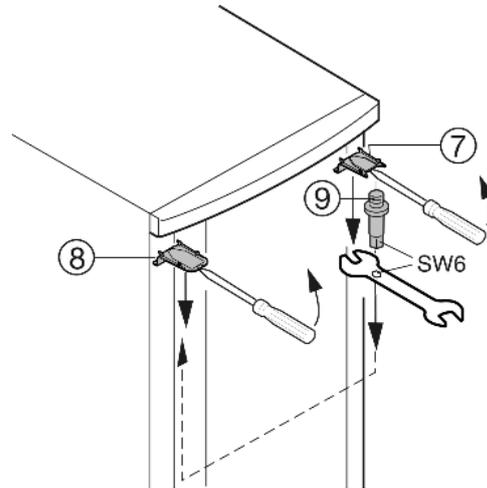

Fig. 5
- ▶ Oben Abdeckung Fig. 5 (7) und Abdeckung Fig. 5 (8) mit einem Schraubendreher vorn ausrasten und schräg nach unten entfernen.
- ▶ Lagerbolzen Fig. 5 (9) herausdrehen und auf der Gegenseite **fest (mit 4 Nm)** eindrehen. Dazu Innensechskant des beiliegenden Gabelschlüssels verwenden.
- ▶ Abdeckung Fig. 5 (7) auf der Seite des Lagerbolzens wieder montieren: hinten einsetzen, vorn einrasten.
- ▶ Abdeckung Fig. 5 (8) auf der Gegenseite montieren: hinten einsetzen, vorn einrasten.
- ▶ Tür in Lagerbolzen Fig. 5 (9) einhängen und Tür schließen.